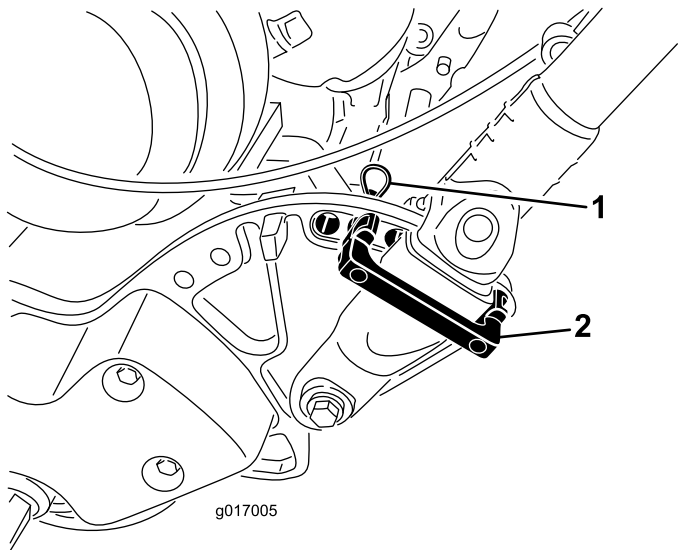

図 24
1. 機体左右のハンドルリテーナからヘアピンコッターを抜き取る 図 24。
2. ハンドルを支えながら、左右のヘアピンコッターを抜き、ハンドルを希望の位置にセットする 図 24。